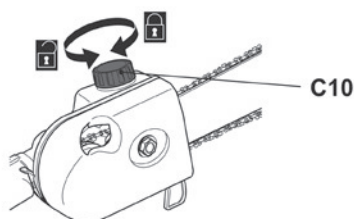

Fig. 21
- > Desaperte e retire a tampa do depósito de óleo (C10) (Fig. 21) e, em seguida, adicione lubrificante adequado ao depósito. Recomenda-se a utilização de óleo para correntes ecológico especificamente concebido para ser utilizado com este produto.